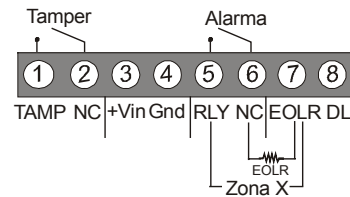

Figura 1: Bloque de terminales
- Terminal 7: Conexin opcional del EORL - ver figura 1.